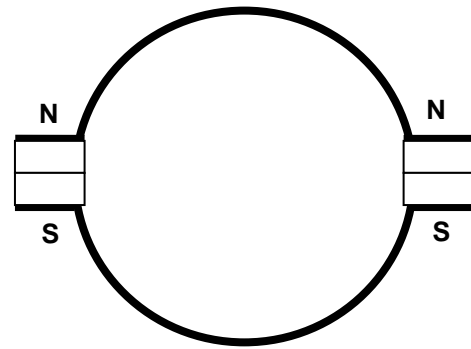

Figura 10. Disposició dels imants i les peces semicirculars.
6. Determinem la polaritat de cadascun dels quatre imants. Amb els imants i les dues peces que hem doblegat haurem d'aconseguir el conjunt indicat a la figura 10. Hem de posar els imants de manera que una peça estigui en contacte amb pols nord i l'altra amb pols sud. Finalment, unirem les dues peces amb cinta aïllant.